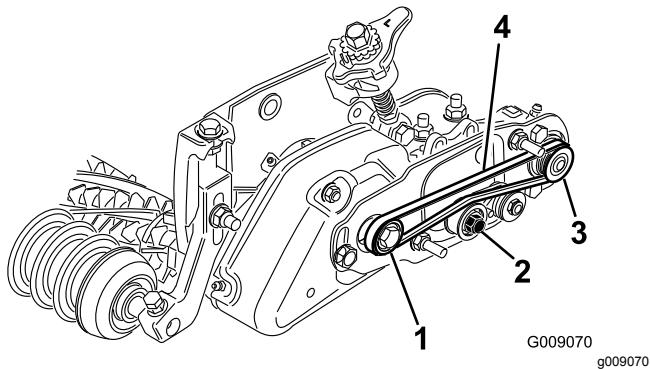

図 32
- 受動プーリにベルトを回しかけ、次にアイドラプーリに上からベルトを掛ける図 32。
- 駆動プーリを回してベルトを回転させる図 32。